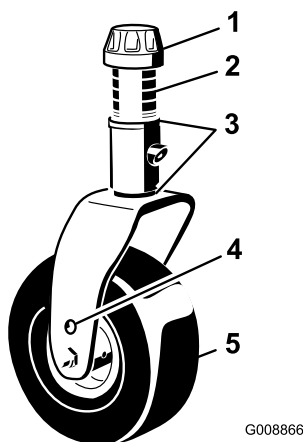

Figura 121
1. Retire a tampa de tensionamento do eixo roscado e desloque o fuso para fora do braço da roda giratória (Figura 121).